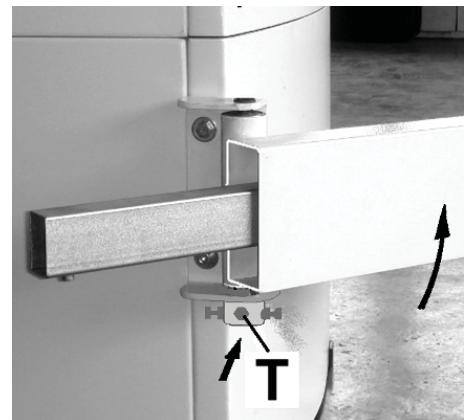
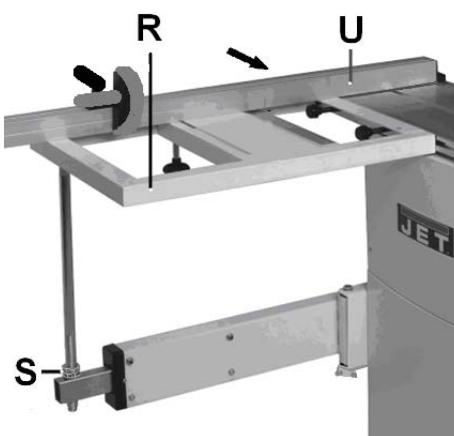

Рис. 13
Рис. 12
- Телескопическая штанга регулируется на заводе. Каретка перемещается к телескопической штанге под прямым углом (как показано на рис. 12).
- Установите шкалу поперечного упора при помощи гаек (S) на уровне рабочего стола станка.
- Используйте поперечный упор(U) в качестве поверочной линейки.
- Переместите каретку вперед. В случае понижения высоты стола необходимо закрепить левый болт (T, рис. 13).
- Не устанавливайте поперечный упор (рис. 12, U) во время работы станка.
- Регулировка упора на 90° (R, рис. 12) производится на заводе. Для перестановки центр вращения необходимо переместить в T-образном пазе торцовочного упора. Проверьте правильность установки на пробной заготовке.
- Стол каретки устанавливается на телескопической штанге (R, рисунок 12).